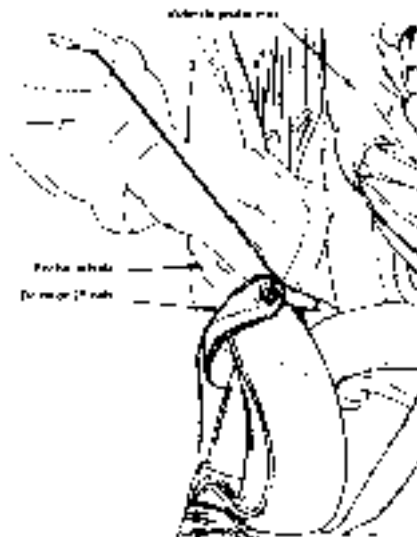

**Fig. 4.38 - Fin du lovage**
- Poursuivre le lovage jusqu'à une longueur et demi de sac environ des manilles en limitant la longueur des rangs de lovage comme l'indique la figure 4.38.